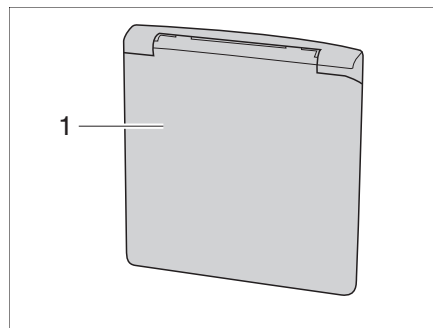

Bild 2 Klappe für 230-V-Anschluss
**Öffnen:** ■ Außenklappe (Bild 2,1) unten greifen und nach oben schwenken.